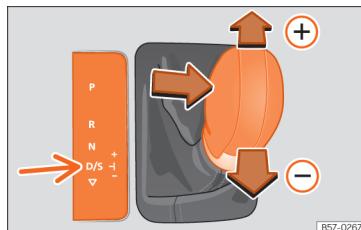

Fig.138 Alavanca seletora na posição Tiptronic
- Empurre a alavanca para a frente (+) ou para trás (-) para engrenar uma mudança mais alta ou mais baixa » **Fig. 138**.